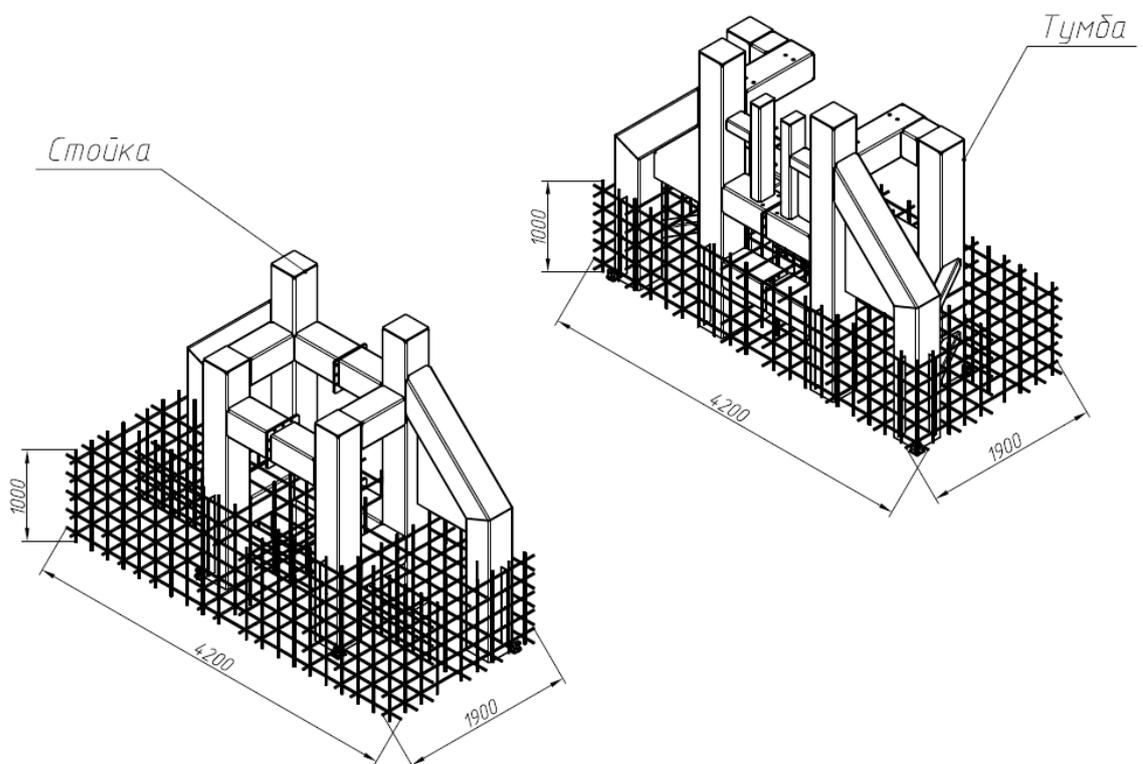
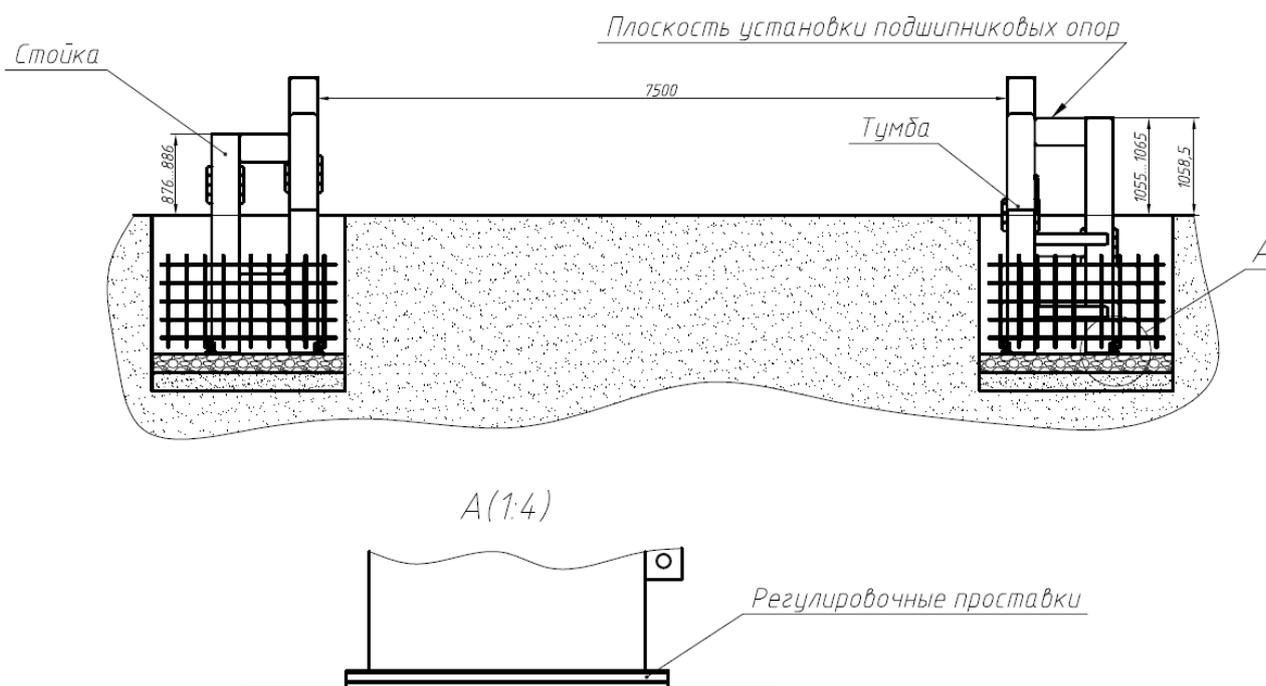

рис.3
рис.4
2.4 Выполнить армирование каркасов шлагбаума с привязкой к отверстиям для установки арматуры. (минимально необходимое количество арматуры - 770м). Шаг арматуры 200мм. Использовать арматуру периодического профиля диаметром 12-14мм. Класс арматуры не ниже А-III. Расстояние от арматурных стержней до края бетонирования должно быть в пределах 50-100мм (рис.3).
2.5 Установить тумбу и стойку в котлован. В случае необходимости регулировки положения тумбы и стойки по высоте или по горизонту под стойки подкладывать проставки минимум под три опоры в противоположных углах конструкции, чтобы выдержать параметры, указанные на рис.3. В качестве регулировочных проставок использовать металлические листы толщиной 0.5-10мм размером 350x350мм или более. (рис. 4). Плоскость установки подшипниковых опор должна быть строго горизонтальна как по оси, параллельной оси проезда, так и по перпендикулярной оси проезда. Расстояние от плоскости установки подшипниковых опор до уровня дорожного полотна должно быть не менее 1060мм. (согласно СНиП 3.03.01-87 допустимое отклонение ± 5 мм).